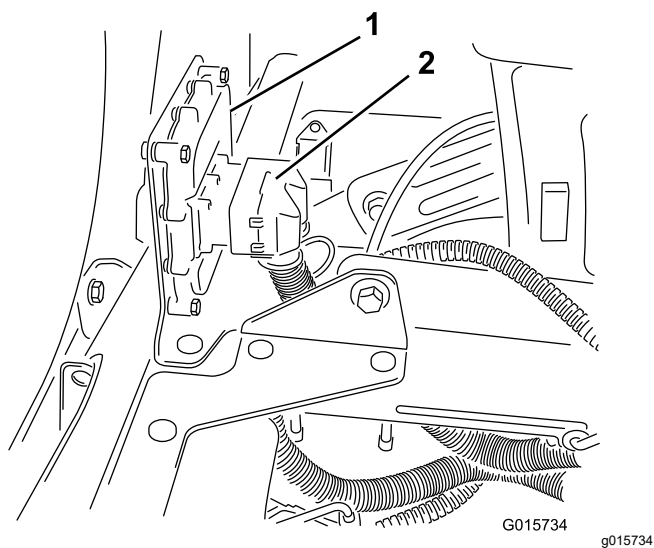

Figure 20
- Branchez le connecteur à 50 douilles du faisceau des rampes soniques sur le connecteur à 50 broches du contrôleur électronique, et fixez les connecteurs avec la vis à tête à creuse (Figure 20).